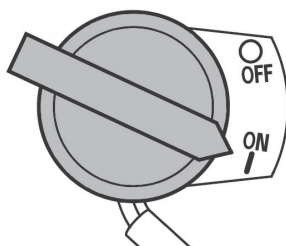

Рис. 25 Выключатель зажигания
6. Выключатель зажигания переведите в положение «ON» (Включено) (Рис. 25).
При возникновении аварийной ситуации, для экстренной остановки двигателя переведите выключатель зажигания двигателя в положение «OFF» (Выключено) (Рис. 25).
4. Переведите выключатель зажигания в положение «OFF» (Выключено) (Рис. 25).